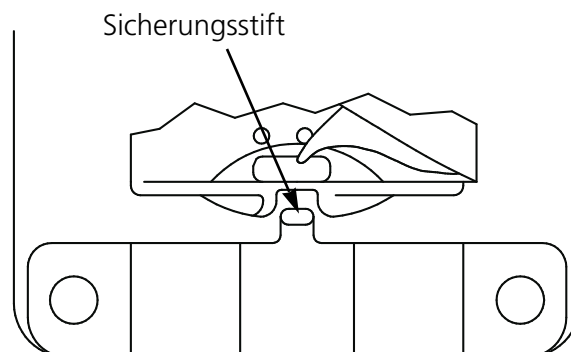

Abbildung 5-13
4. Überprüfen Sie, ob der Sicherungsstift immer noch den inneren Korb des Umlaufgreifers, wie abgebildet in Abb. 5-13 sichert. Wenn sich der innere Korb bewegt, kann eine Nadel brechen oder der Greifer beschädigt werden.